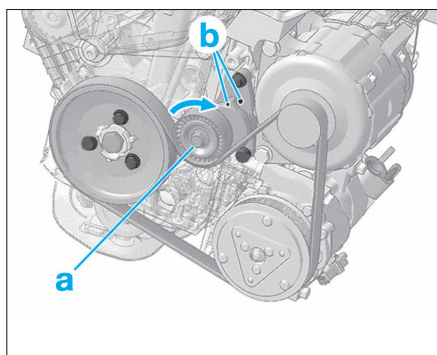

FIG. 24
- Faire pivoter le galet tendeur à l'aide d'un outil adapté en "a" (Fig.24).